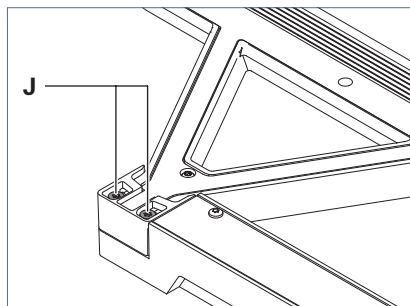

Fig. 19: Leuchtenkopf justieren.
1. Um den Leuchtenkopf abzusenken, drehen Sie die Schrauben **J** gegen den Uhrzeigersinn, siehe Fig. 19.